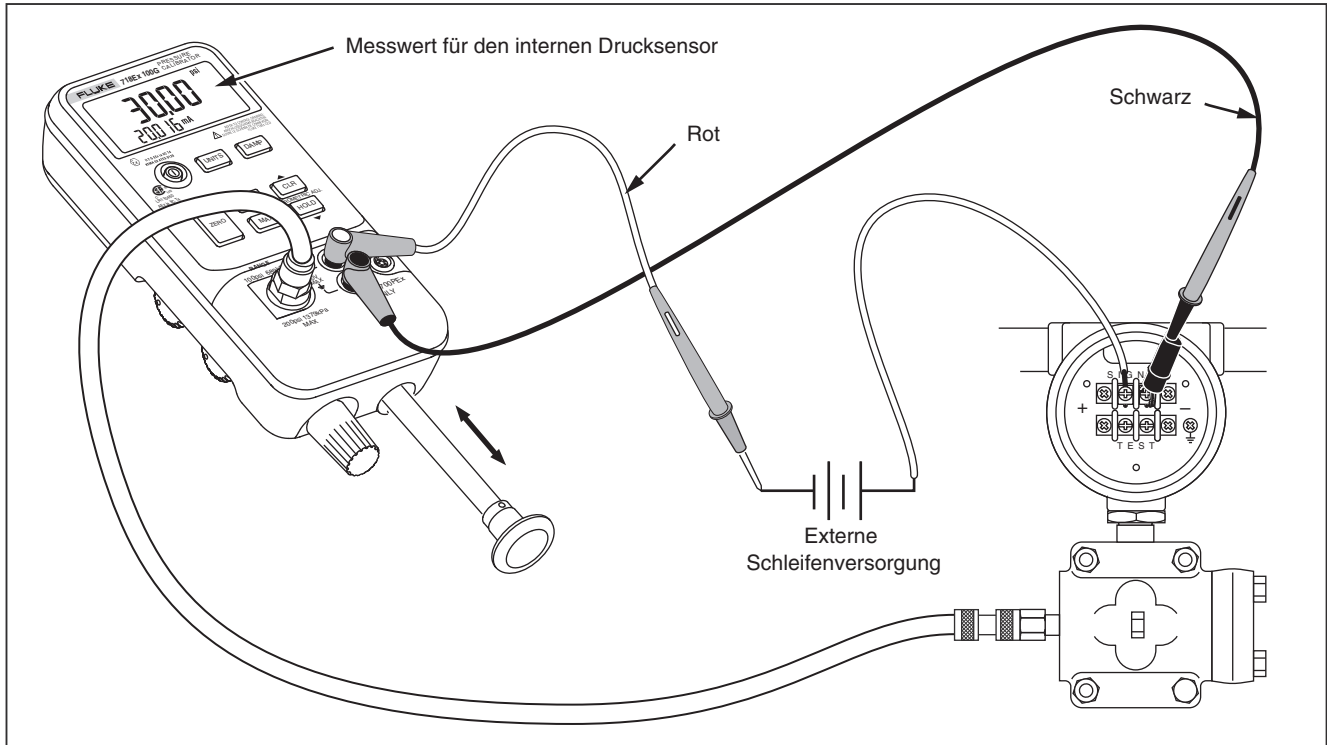
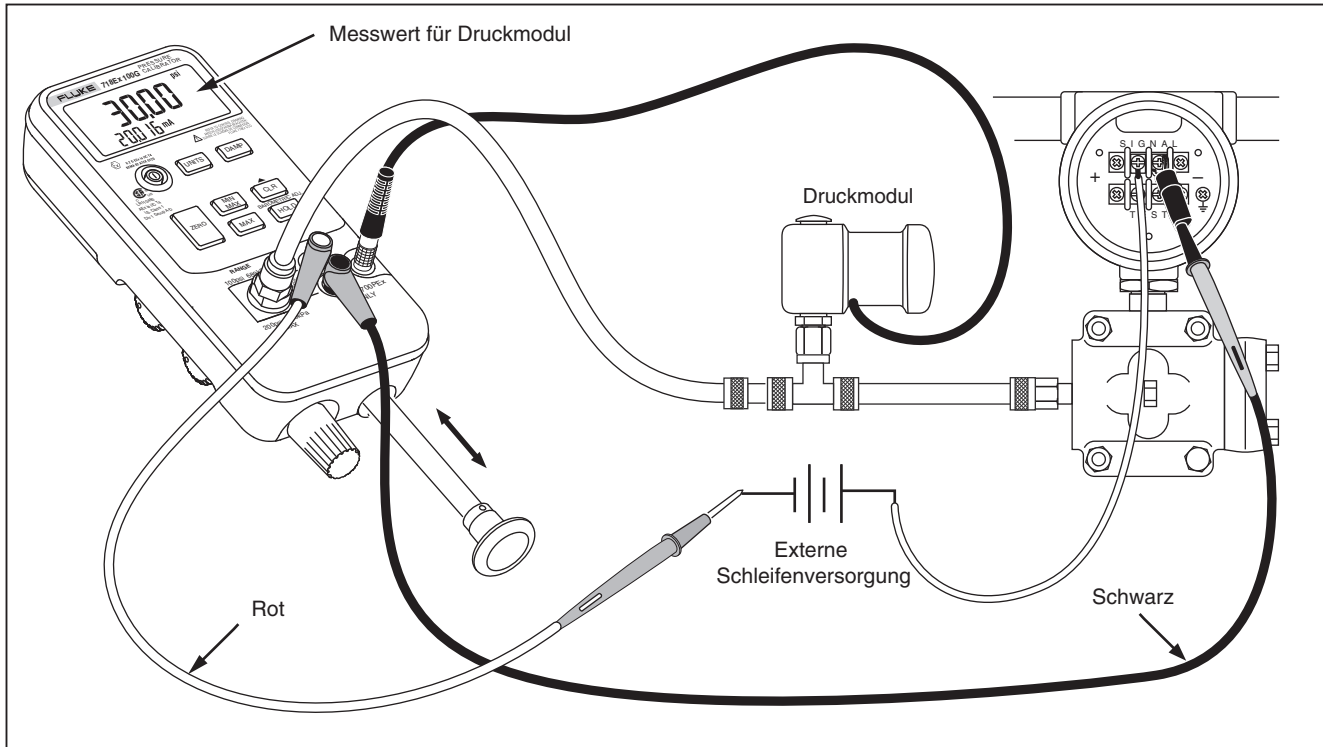

Abbildung 4. Interner Drucksensor mit interner Pumpe
Abbildung 5. Druckmodul mit interner Pumpe
Die interne Pumpe kann 30 psi (2,0685 bar) für Modell 718Ex 30G, 100 psi (6,895 bar) für Modell 718Ex 100G oder 300 psi (20,68 bar) für Modell 718Ex 300G liefern. Die bevorzugte Verwendung der internen Pumpe ist in Abbildung 4 dargestellt: dabei zeigt der Kalibrator den Druck an, der mit dem internen Sensor gemessen und mit der internen Pumpe erzeugt wird.
Die interne Pumpe kann außerdem mit bestimmten Fluke 700PEX Serie Druckmodulen verwendet werden. In diesem Fall zeigt der Kalibrator den vom Druckmodul gemessenen Druck an. Tabelle 4 zeigt für jedes Kalibratormodell die geeigneten Druckmodule. Abbildung 5 zeigt die interne Pumpe bei Verwendung mit einem Druckmodul.
2. Den zu prüfenden Drucktransmitter an den internen Sensor des Kalibrators anschließen: gemäß Abbildung 4 (für Messungen mit dem internen Drucksensor) bzw. gemäß Abbildung 5 (für Druckmodulmessungen).